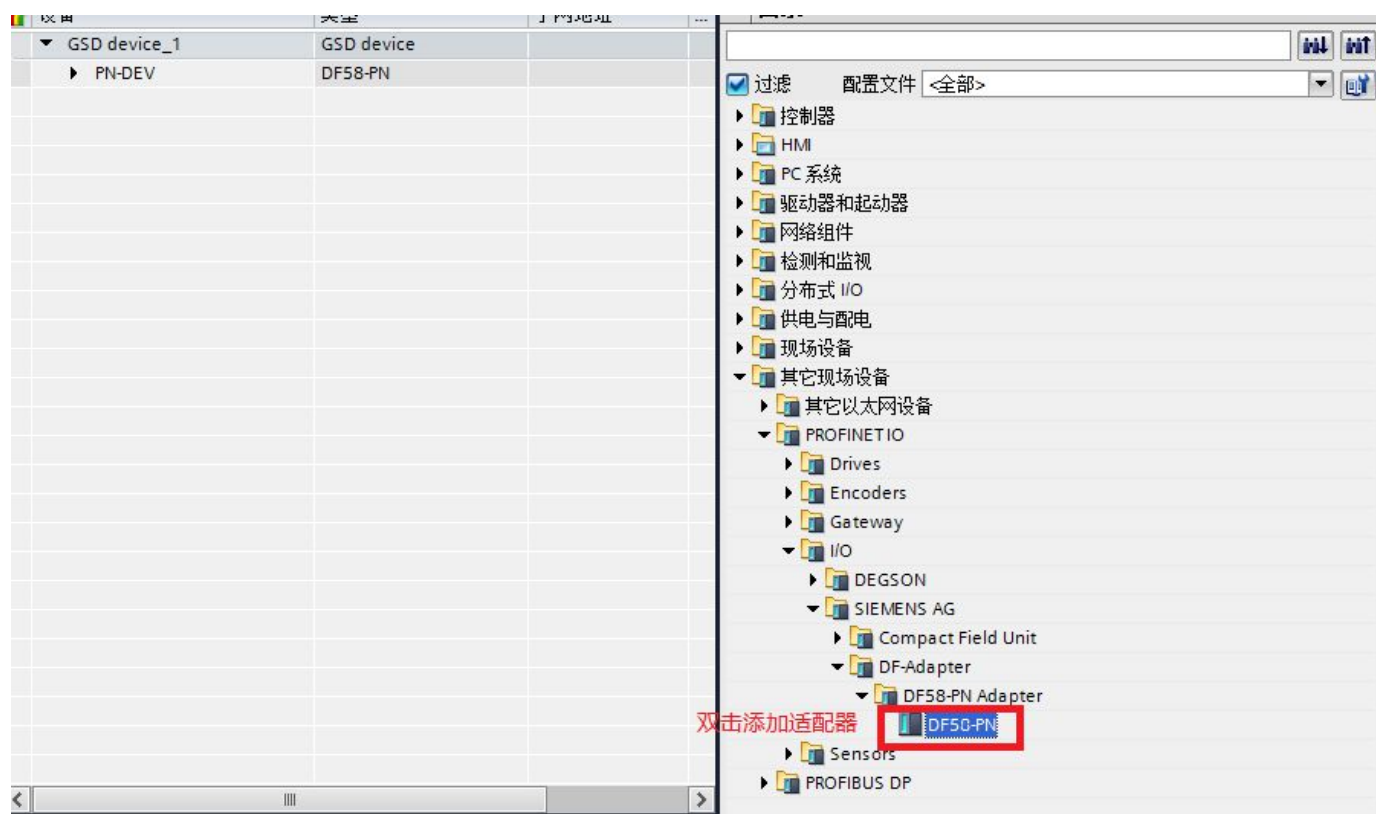

图 1-6
3.3 如图 1-6 所示添加适配器 DF50-C-PN-RT: